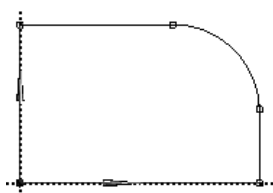

图 3.3.13 建立几何约束
(2) 建立几何约束。建立图 3.3.13 所示的水平、竖直、相切等约束。